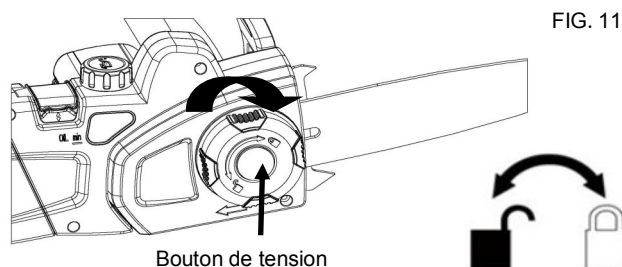

FIG. 11
12. Remettre le couvercle de chaîne en place. Serrer en tournant le bouton dans le sens horaire mais en permettant au guide de se déplacer pour le réglage de la tension. Éliminer le mou de la chaîne en tournant son tendeur dans le sens horaire jusqu'à ce qu'elle soit fermement en place contre le guide, avec les maillons d'entraînement dans la gorge. (Fig. 11)